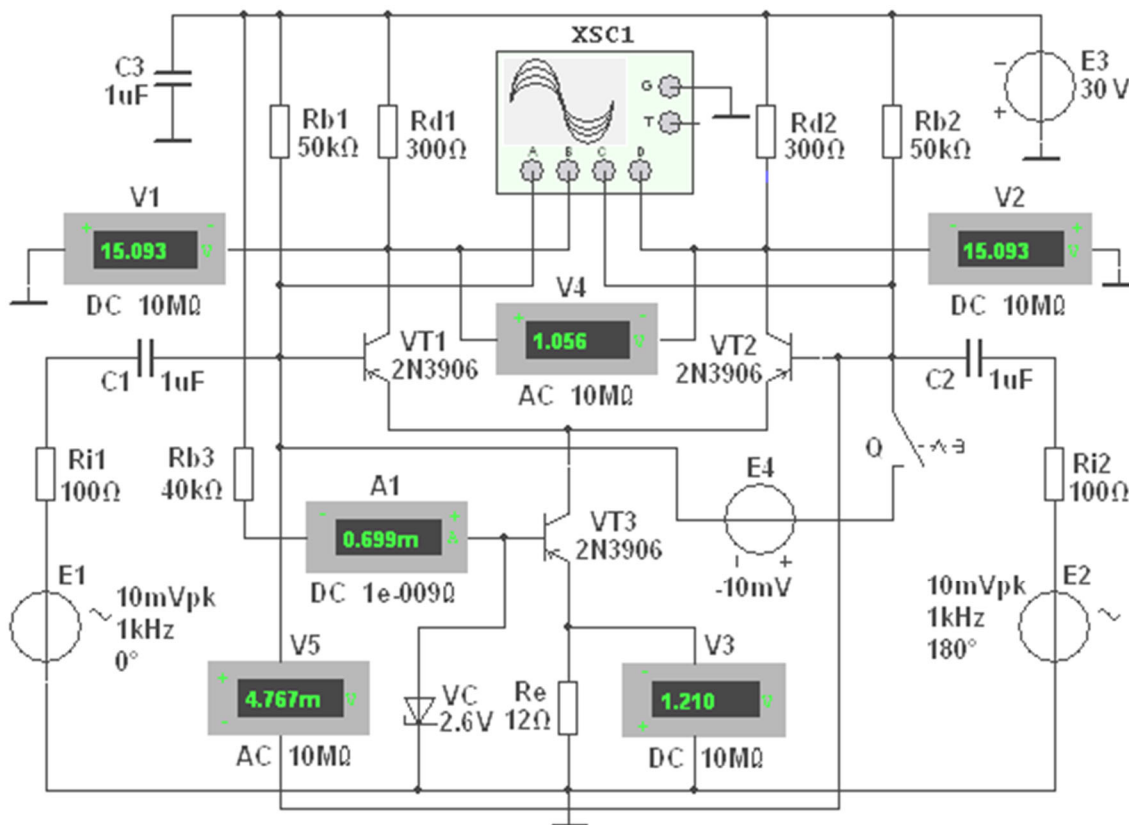
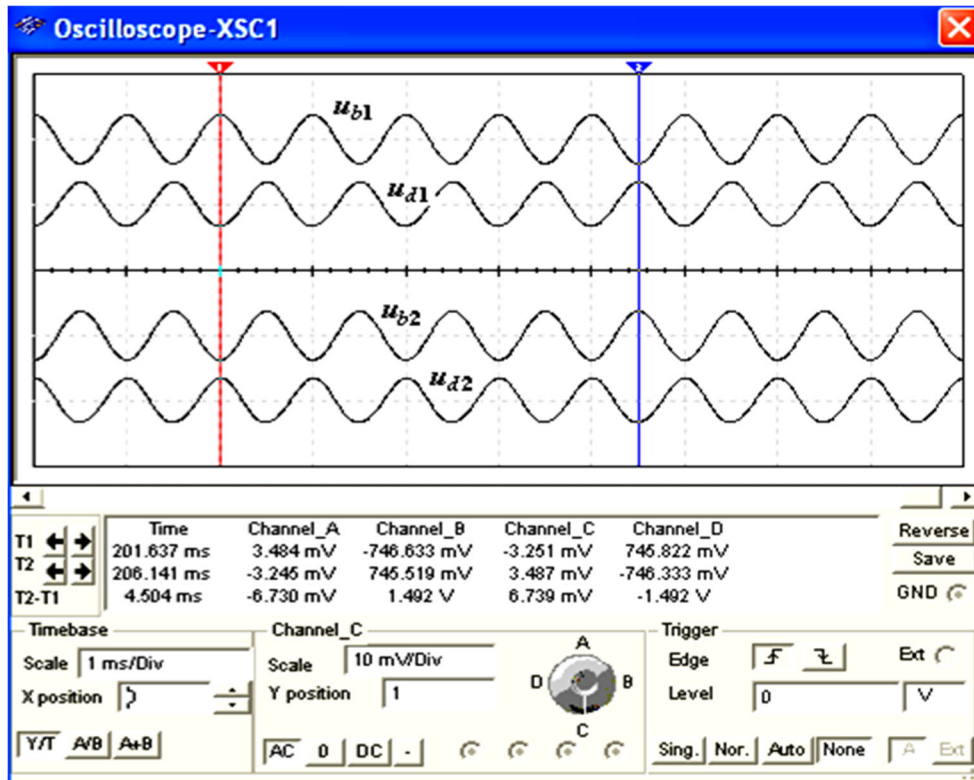

Рис. 24.14
Рис. 24.15
**Задание 3.** Открыть файл **24.14.ms10**, размещённый в папке **Circuit Design Suite 10.0** среды MS10, или **собрать** на рабочем поле среды MS10 **схему для испытания дифференциального усилителя на биполярных транзисторах** (рис. 24.14), **установить** параметры компонентов схемы и **скопировать** схему на страницу отчёта.
3.1. В схему (рис. 24.14) включены:
В качестве примера на рис. 24.15 представлены осциллограммы входных и выходных сигналов схемы (рис. 24.14), снятые с помощью четырёхканального осциллографа **ХСC1**, откуда видно, что амплитуды выходного напряжения составляют около 1,49 В при амплитуде входного сигнала